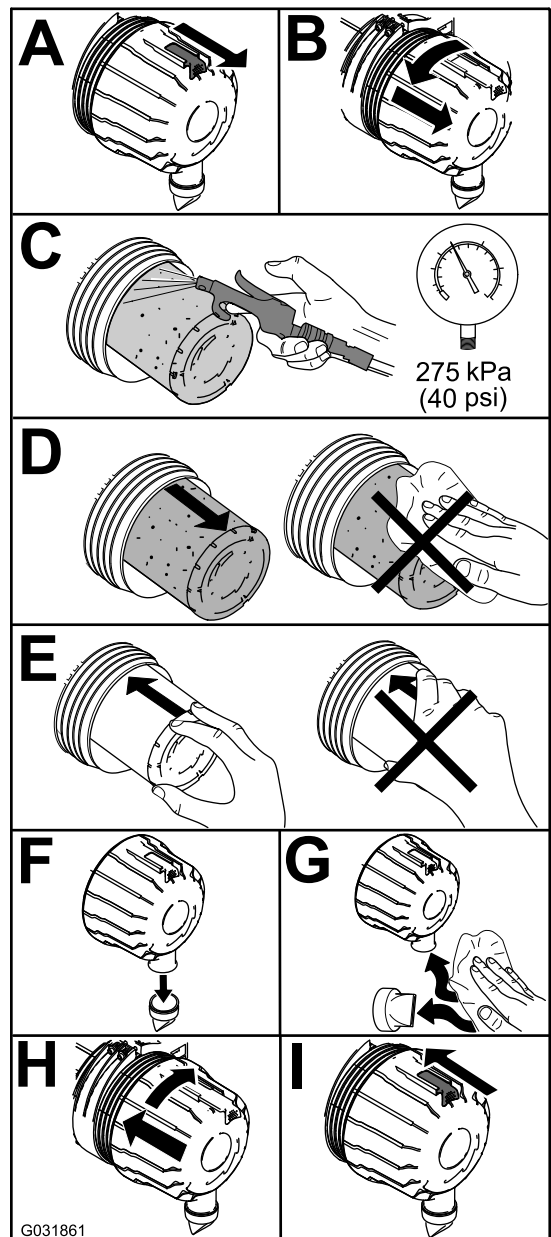

Bild 59
1. Tauschen Sie den Luftfilter aus (Bild 59).